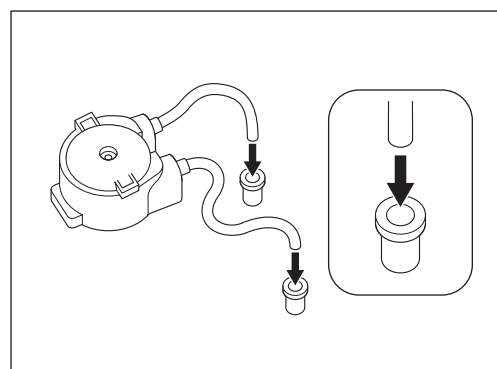

Fig. 53
- 6) Installez les joints de connecteur sur les tubes d'irrigation de la nouvelle pompe d'irrigation (option). Assurez-vous que le joint est correctement orienté (Fig. 53).